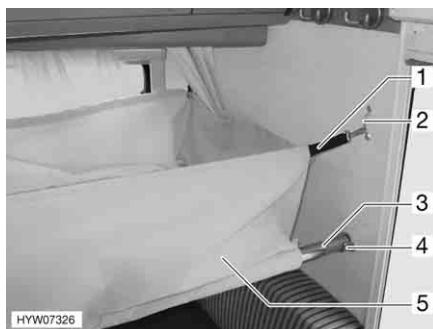

Fig. 35 Letto pensile
- Agganciare il letto pensile (Fig. 35,5) con le guide (Fig. 35,3) negli alloggiamenti (Fig. 35,4).
- Agganciare i ganci della cinghia di bloccaggio (Fig. 35,1) negli occhielli (Fig. 35,2).